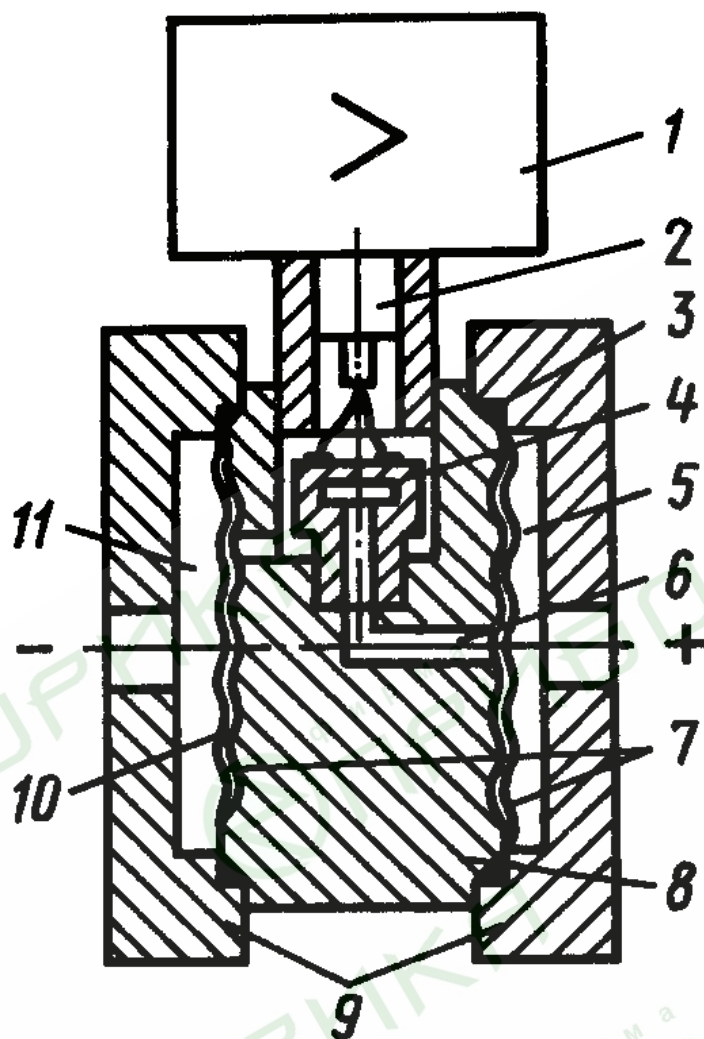

Рис. 5.
6.9. Схема преобразователей Сапфир-22М-ДД моделей 2450, 2460 представлена на рис. 5.